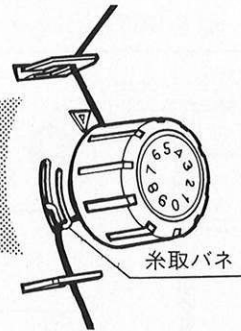

図12-A
- 糸調子器には2枚の皿の間を通して、糸取バネにかける。(図12、12-A)